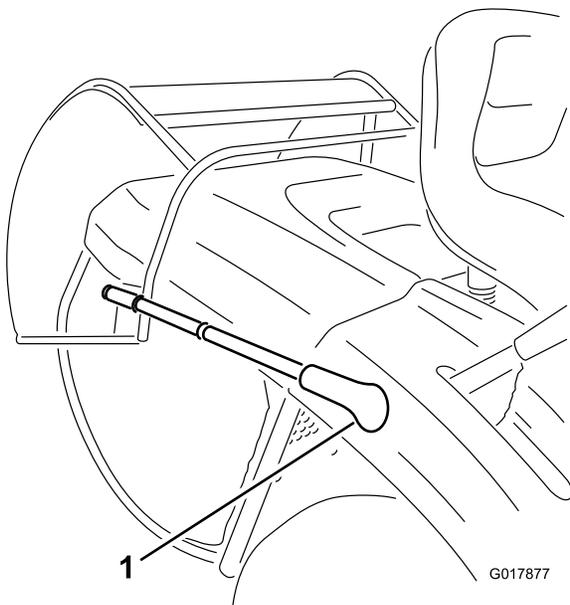
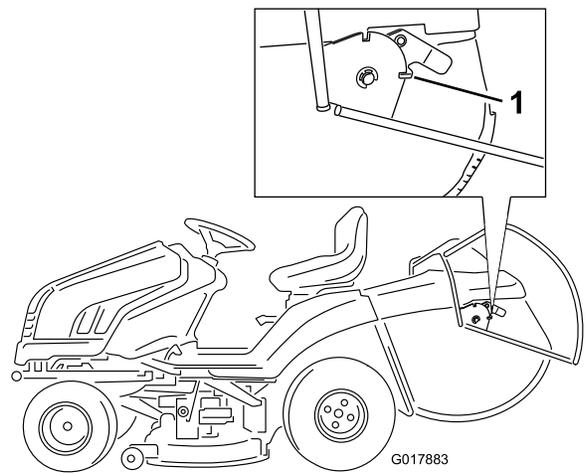

Figura 17
Figura 18
3. Tire de la palanca de volteo del recogedor hacia adelante y voltee el recogedor (Figura 17) hasta que el cierre se enganche, para bloquear el recogedor en la posición abierta (Figura 18).